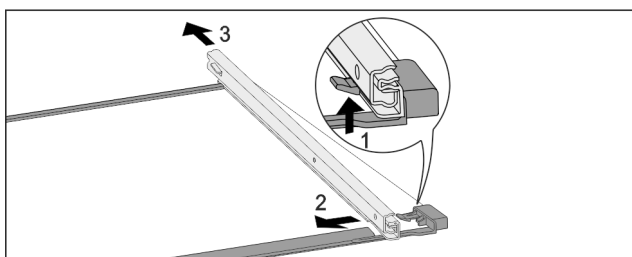

Fig. 157 Скляна пластина з рейками
- ▶ Натиснути передній гачок-фіксатор вгору. Fig. 157 (1)
- ▶ Виштовхніть виїзну рейку в сторону Fig. 157 (2) та назад Fig. 157 (3).